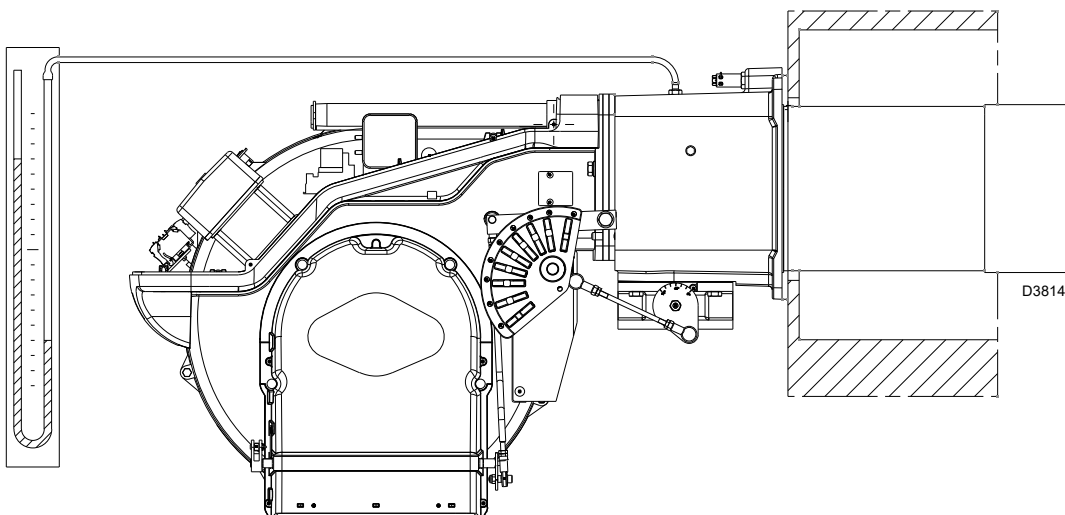

Fig. 24
- Monter en U-formet trykmåler (Fig. 24) på trykudtaget til gas på muffen. Dette bruges til at bestemme brænderens MAX-effekt omtrentligt ved hjælp af Tab. J på side 23.
Gasforsyningen til muffen er angivet af den U-formede trykmåler (Fig. 24 på side 27).